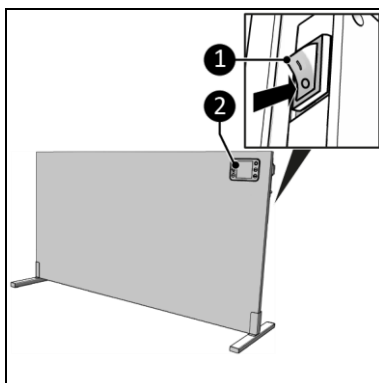

Figure 17
1. Mettez le commutateur principal en position ON sur l'appareil (figure 17, pos. 1).
2. L'écran (figure 17, pos. 2) affiche OFF.
- le panneau de commande (figure 17, pos. 2) ou
5. L'écran (figure 17, pos. 2) affiche la température ambiante.